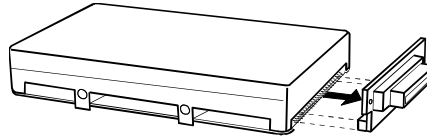

FIGURE 7-10. REMOVING THE HARD DISK DRIVE CONNECTOR CARD
1. ALIGN THE CONNECTOR CARD WITH THE HARD DISK DRIVE CONNECTOR AND FIRMLY PLUG THE CONNECTOR. (REFER TO FIGURE 7-10 EARLIER).